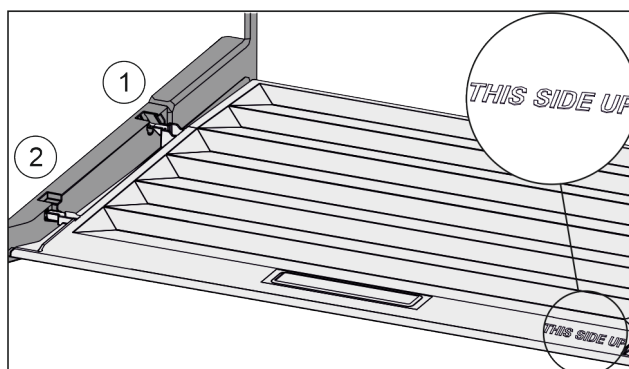

Fig. 143
- ▶ Anbring dækslets tappe over åbningen i den bageste holder *Fig. 143 (1)*, og lad dem gå i indgreb i forreste holder *Fig. 143 (2)*.